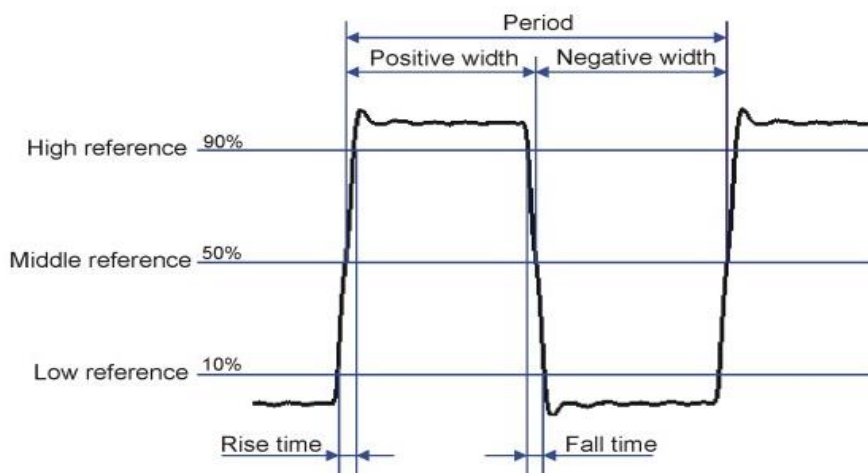

Рис. 12. Характеристики реального периодического трапецевидного сигнала согласно описанию осциллографической приставки PCSGU250.
Ниже приведены определения некоторых характеристик периодических сигналов, используемых в осциллографической приставке PCSGU250 (рис.12). Например, если сигнал похож на трапецевидный, но содержит некоторые выбросы, то определяют установившийся максимальный уровень сигнала (High) и установившийся минимальный уровень сигнала (Low). **Эти уровни определяют размах напряжения «Amplitude».** Для гармонического сигнала традиционно «амплитуда» - это половина размаха. Но в данном приборе под «Amplitude» надо понимать размах напряжения для любой формы сигнала.
5. Измерить размах напряжения сигнала A (см.рис.12) и период T по масштабной сетке, записать в таблицу 1 (таблицы можно распечатать из приложения).
Рассмотрим более подробно измерение длительности фронта (см. рис. 12).